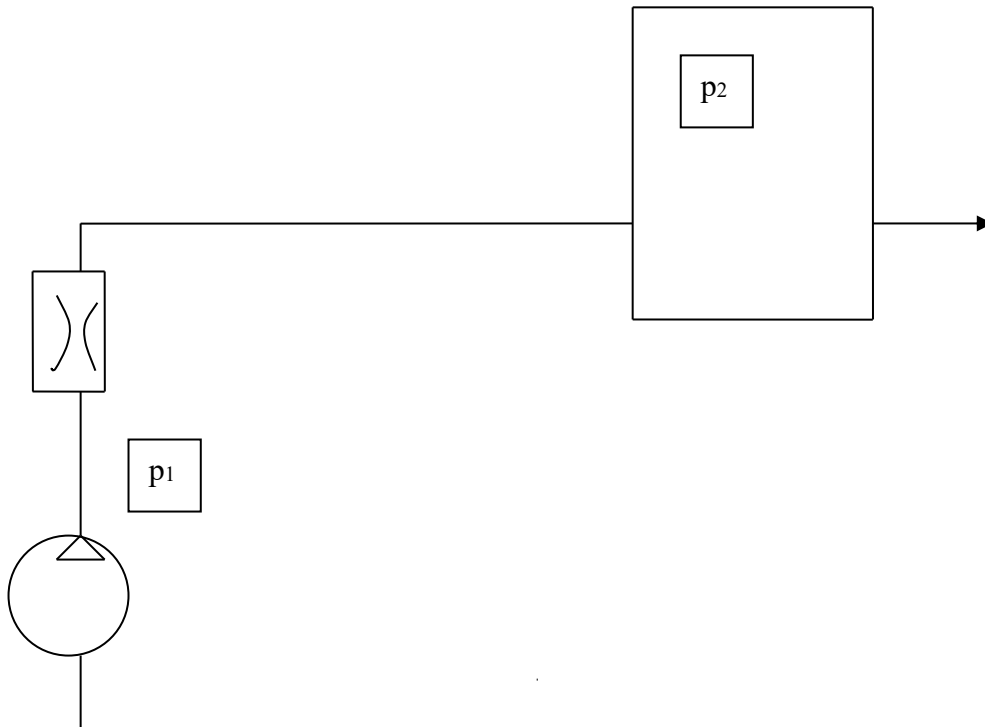

Рис. 13
**Задача 14.** Какое давление должен создавать насос при подаче масла  $Q = 0,4$  л/с и при давлении воздуха в пневмогидравлическом аккумуляторе  $P_2 = 2$  МПа, если коэффициент гидравлического сопротивления квадратичного дросселя  $\zeta_{др} = 100$ ; длина трубопровода от насоса до аккумулятора  $L = 4$  м; диаметр  $d = 10$  мм? Свойства масла:  $\rho = 900$  кг/м3;  $\nu = 0,5$  Ст. Коэффициент  $\zeta_{др}$  отнесен к трубе с  $d = 10$  мм. Рис. 13.